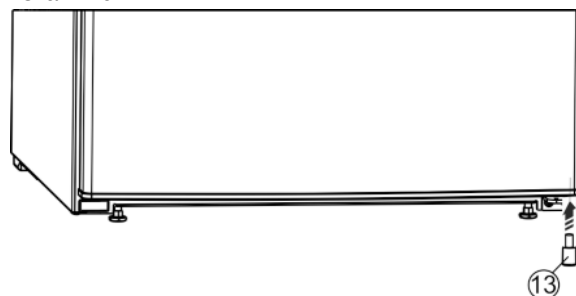

Fig. 8
- Das Distanzteil Fig. 8 (13) wieder rechts unten in die Tür einsetzen, weil es wichtig für die Standfestigkeit des Geräts ist.